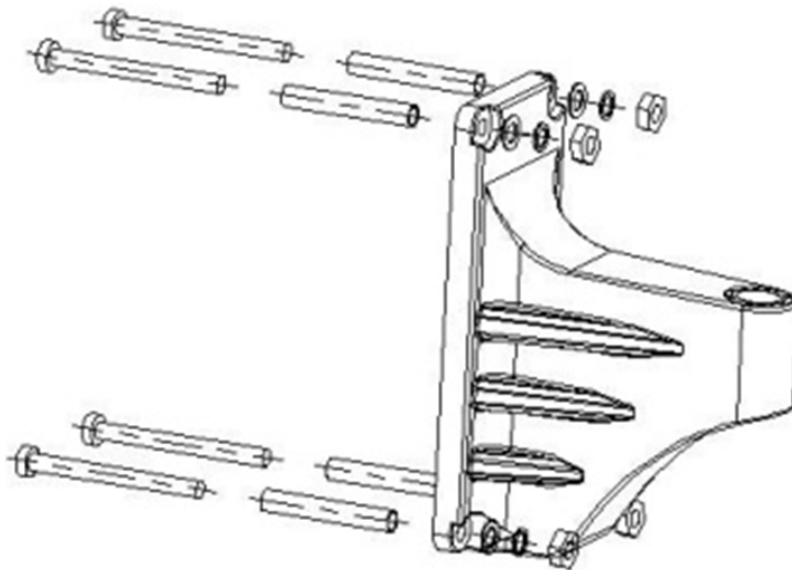

Abb.1
4. Befestigen Sie die Halterung mit vier Schrauben (Abb.1).